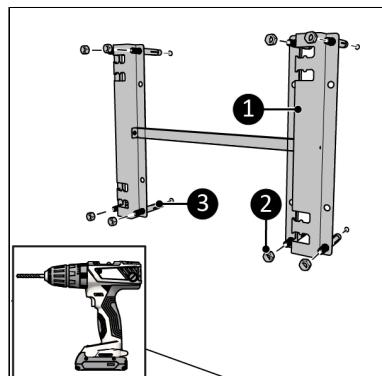

Figure 75.
1. Placez le support contre le mur, avec les ouvertures du support orientées vers la gauche, et marquez les huit trous (Figure 75).
3. Placez les boulons d'ancrage (Figure 75, pos. 3).
4. Serrez le support mural (Figure 75, pos. 1) contre le mur avec les huit écrous (Figure 75, pos. 2).